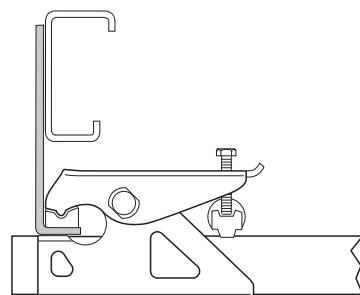
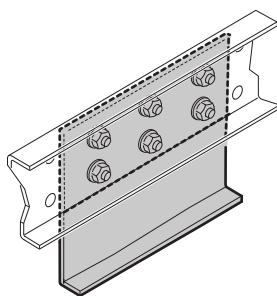

Fig. 11
Fig. 12
- Monteringsplader til højdeudligning for standard-chassis med L- eller U-profil (Fig. 11) (Fig. 12).